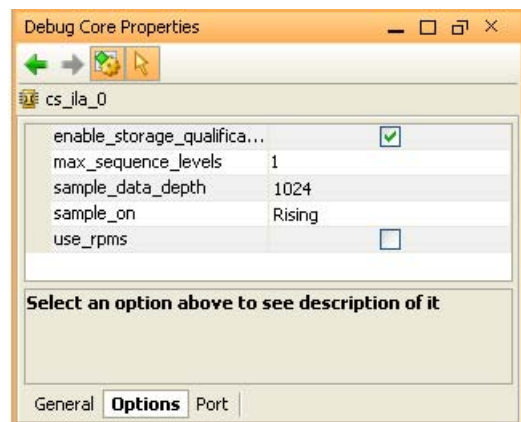

図 12-10: デバッグ コアのパラメータ
2. 352 ページの図 12-10 のように、[Properties] タブで [Options] をクリックしコア パラメータを設定します。